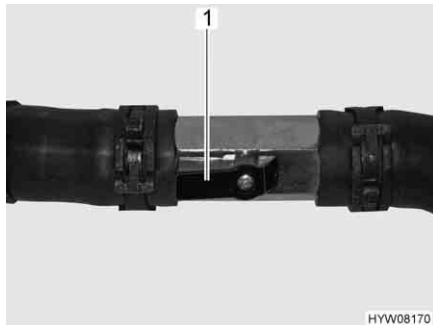

Fig. 67 Rubinetto aperto
- Posizionare la leva (Fig. 67,1) parallelamente alla tubazione (Fig. 67).